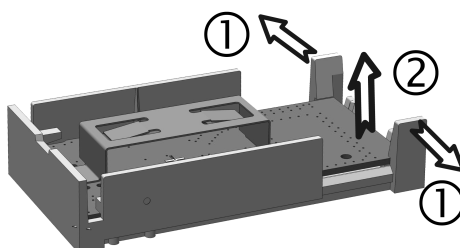

Bild 3: Ta ut kretskortet
- Ta ut kretskortet. Tryck försiktigt ut de båda spärrklackarna (Bild 3) så att kretskortet kan lyftas ut uppåt.